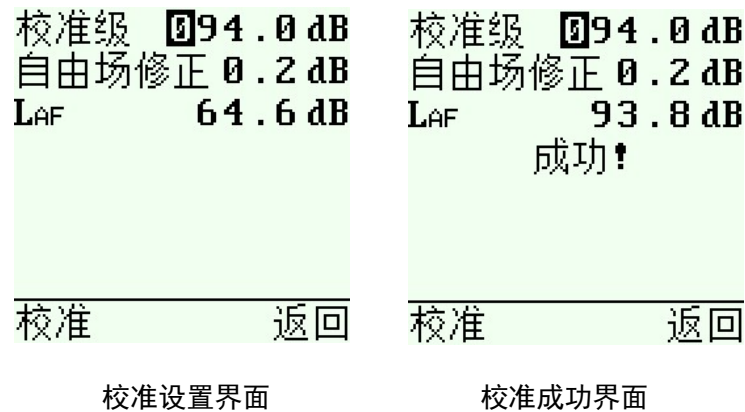

图 7 校准界面
- 直接按“校准”键(功能键 2)进入校准界面, 见图 7。